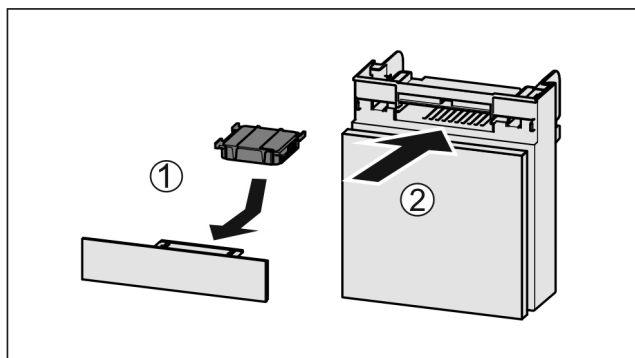

Fig. 89
- ▶ Introduceți Fig. 89 (1) filtrul de cărbune activ după cum se vede în figură.
- ▶ Împingeți Fig. 89 (2) compartimentul în interior.